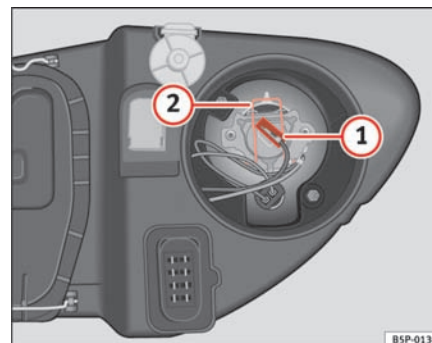

Fig. 182 Fjernlys
- Tag stikket ⇒ fig. 182 ① af pæren.
- Tryk fjederen ⇒ fig. 182 ② indad, og drej den mod højre.